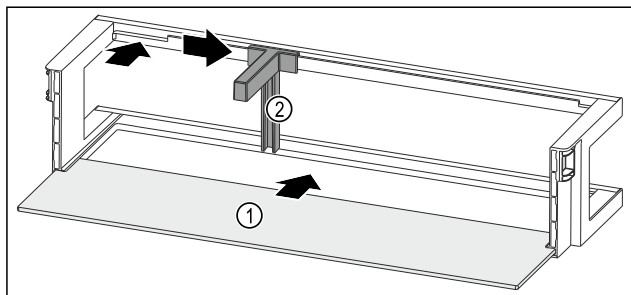

Fig. 141 Rafti i derës me raft mbajtës
- Futni raftin mbajtës Fig. 141 (1) në folëtë anësore.
- Vendosni mbajtësen e shisheve Fig. 141 (2) te foleja.
- Shtyni anash mbajtësen e shisheve Fig. 141 (2) në pozicionin që dëshironi.